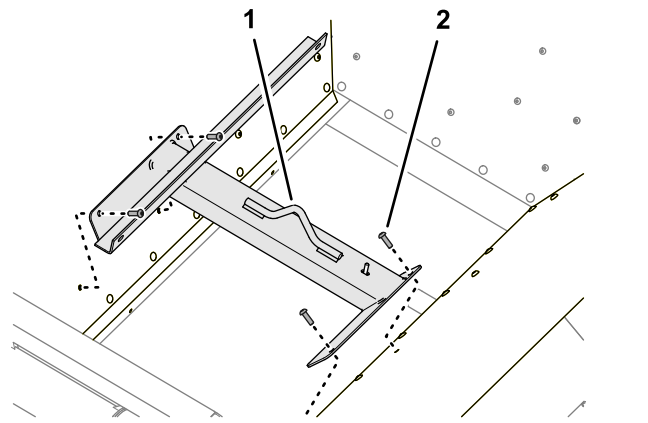

図 29
1. 昇降用ブラケットをホッパーの壁に固定しているボタンヘッドねじ 4 本を外す 図 29。
2. ボタンヘッドねじをホッパーの壁に取り付けて締め付ける 図 29。